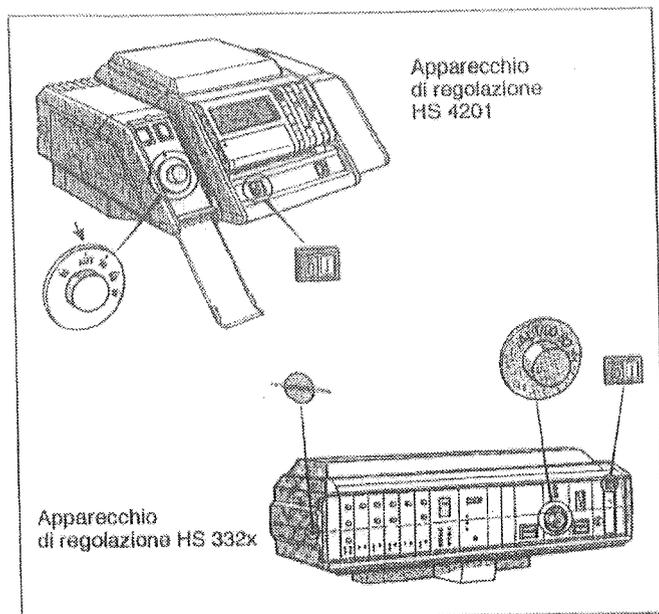
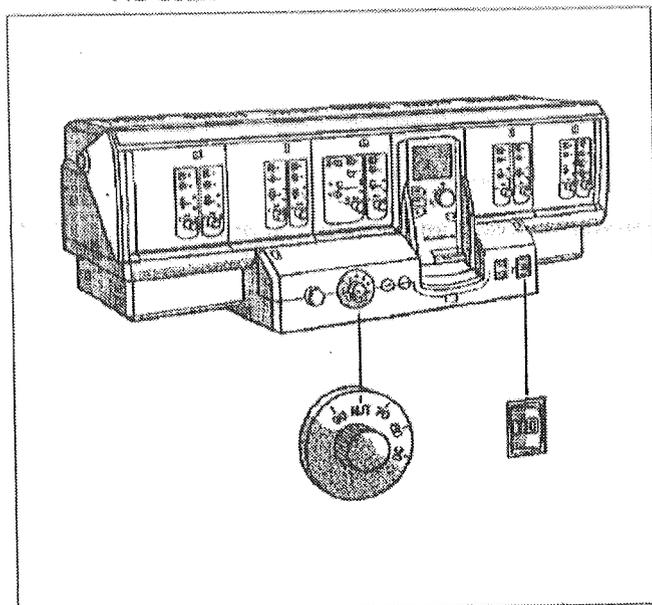

Fig. 24: Apparecchi di regolazione HS 4201 e HS 332x
Fig. 25: Apparecchio di regolazione 431x
- Per l'apparecchio di regolazione HS 332x: Portare l'intaglio della vite del coperchio trasparente dell'apparecchio di regolazione (Fig. 24) in posizione orizzontale, ad esempio con una moneta. Rimuovere il coperchio trasparente dal davanti.
- Disporre l'interruttore di esercizio (Fig. 24 o Fig. 25), per le caldaie doppie dei due apparecchi di regolazione, sulla posizione I (ON).
- Per l'apparecchio di regolazione HS 4201: Aprire la serranda di copertura sinistra (Fig. 24).
- **Per G334 XZ:** Disporre il regolatore di temperatura dell'acqua di caldaia (Fig. 24 e Fig. 25) su AUT o 80°C. Per regolazione costante impostare sulla temperatura desiderata (min. 50°C).
Disporre il regolatore di temperatura dell'acqua di caldaia (Fig. 24 e Fig. 25) su AUT o 80°C.
Disporre il regolatore di temperatura dell'acqua di caldaia (Fig. 24) di un blocco caldaia sulla temperatura desiderata (min. 50°C). In questo modo viene definito il blocco caldaia 1 (caldaia pilota).